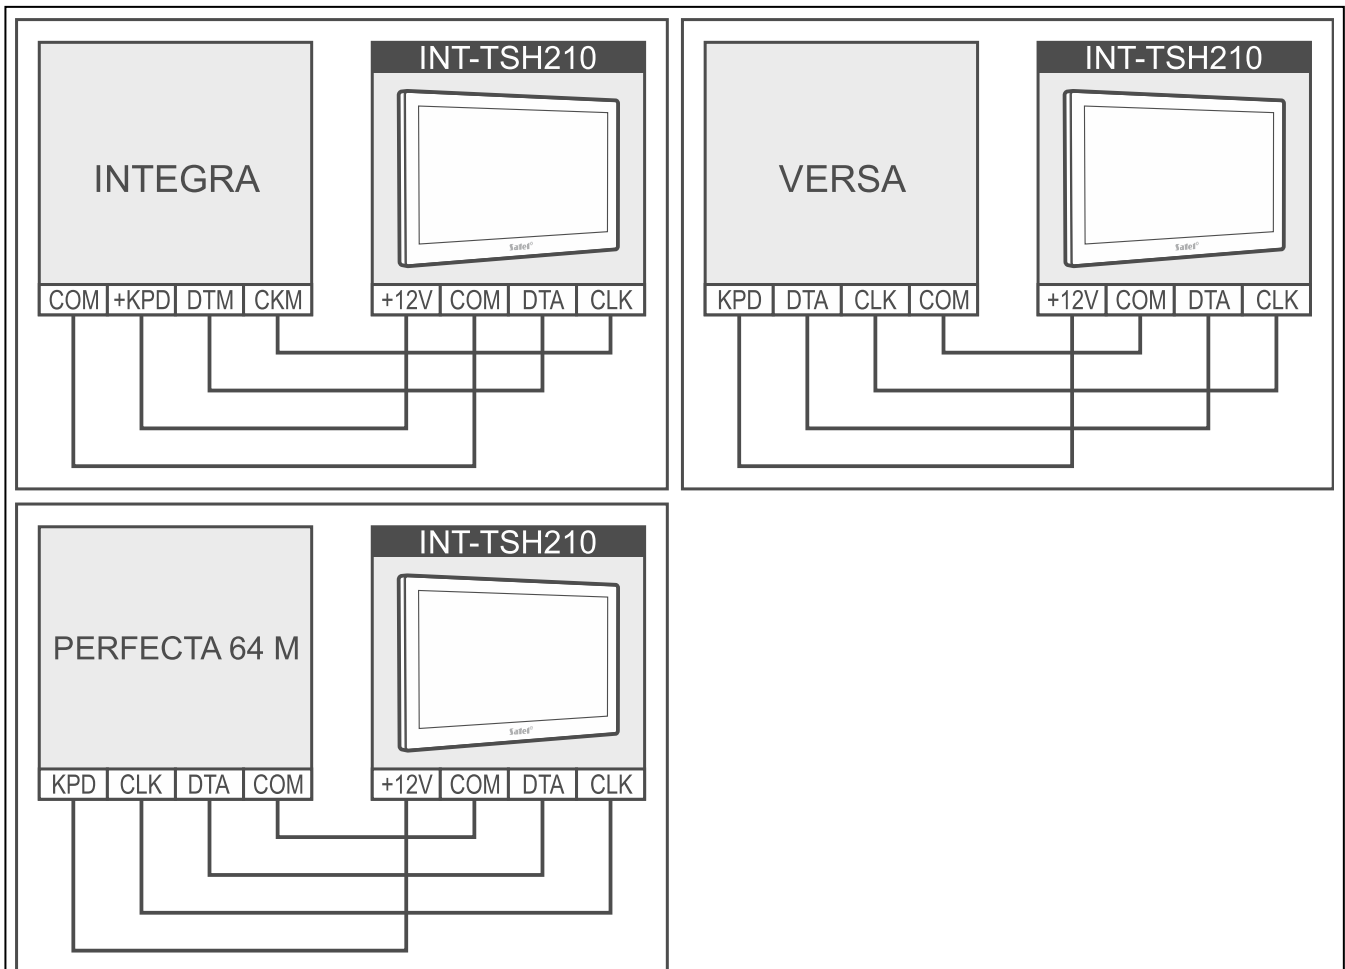

Abb. 7. Anschluss des Bedienteils an die Zentrale.
1. Die Klemmen DTA, CLK und COM des Bedienteils verbinden Sie mit den Klemmen des Datenbusses der Alarmzentrale (Abb. 7).